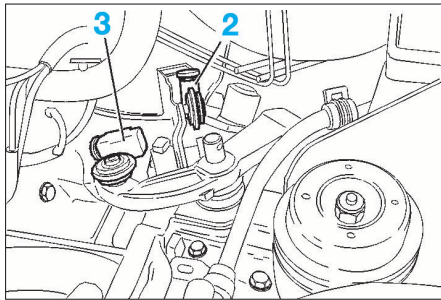

FIG. 4
- Déclipper les rotules de commande de vitesses (2) (sélection) et (3) (passage) (Fig.4) à l'aide de l'outil [1].